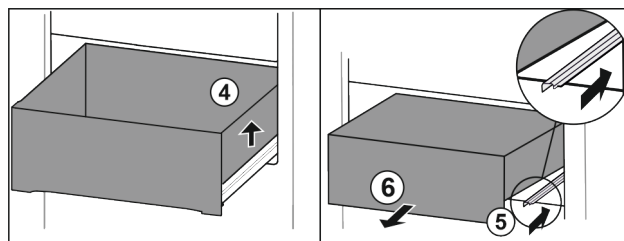

Fig. 127
- Schubfach rechts anheben. Fig. 127 (4)
- Rechte Schiene einschieben. Fig. 127 (5)
- Schubfach nach vorne entnehmen. Fig. 127 (6)